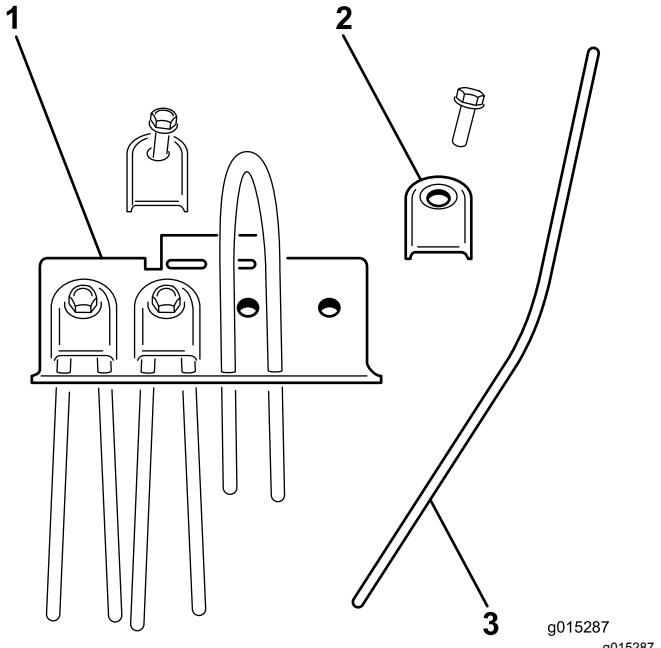

Bild 28
2. Entfernen Sie den Tines-Halter und schieben Sie die beschädigte Tines heraus (Bild 28)